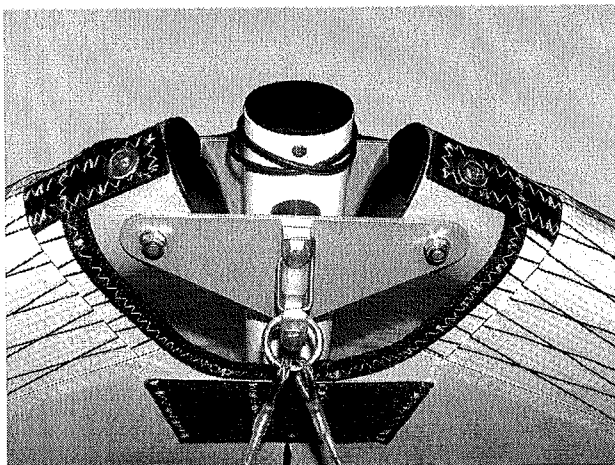

Abb.6
6. Den Ring von der Unterverspannung an unteren Nasenplatte befestigen. (Abb.6).